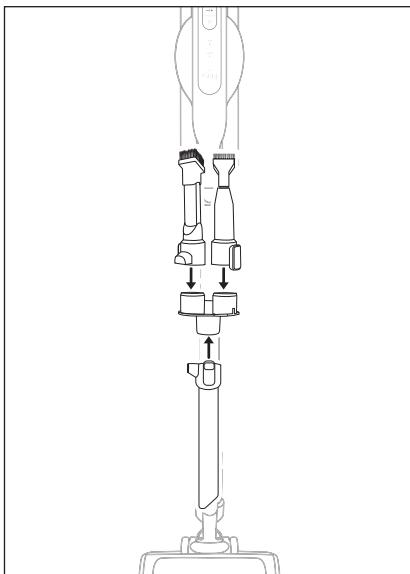

Fig. 20
- ◆ Retirez les accessoires de l'appareil et placez-les sur le support pour accessoires 17 pour les ranger (voir fig. 20).